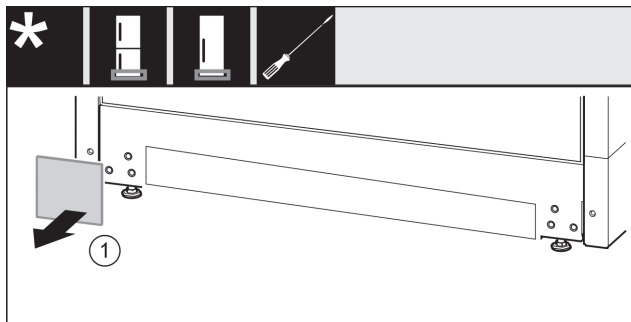

Fig. 18
- Hiqni kapakun mbulues Fig. 18 (1).